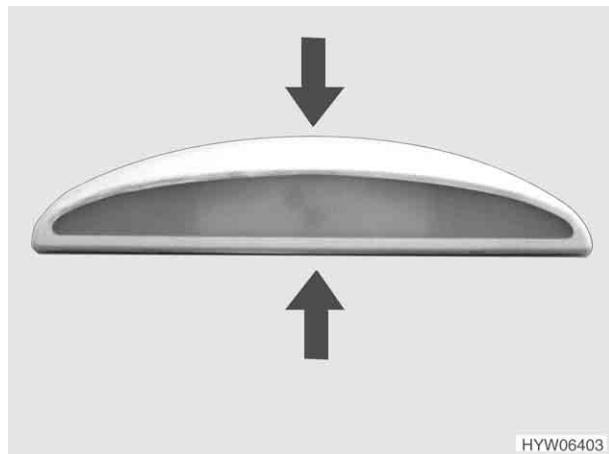

Fig. 109 Luce tenda veranda
- Comprimere leggermente gli involucri (Fig. 109) e sfilarli in avanti.